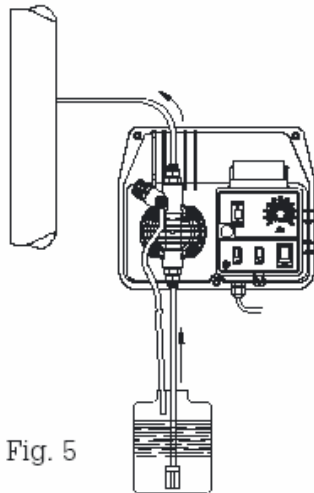
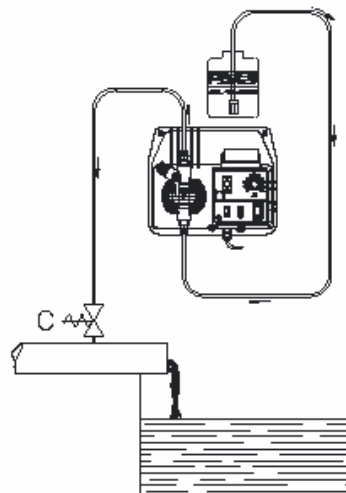

Fig. 5
Рис. 6
**в.** – Расположите насос, как показано на рис. 5, учитывая, что его можно устанавливать, как выше, так и ниже уровня дозируемой жидкости, при этом перепад уровней не должен превышать 2-х метров. Если система работает при атмосферном давлении (без обратного), а емкость с реагентами расположена выше насоса (рис. 6) необходимо часто проверять состояние инжектора, т.к. его износ может вызвать попадание реагента в систему даже при выключенном насосе. Если данная проблема появляется, Вам необходимо установить обратный клапан (С) между точкой выброса и клапаном. Не устанавливайте насос над емкостью с химическими препаратами, выделяющими большое количество паров, за исключением случаев, когда емкость герметично закупорена.